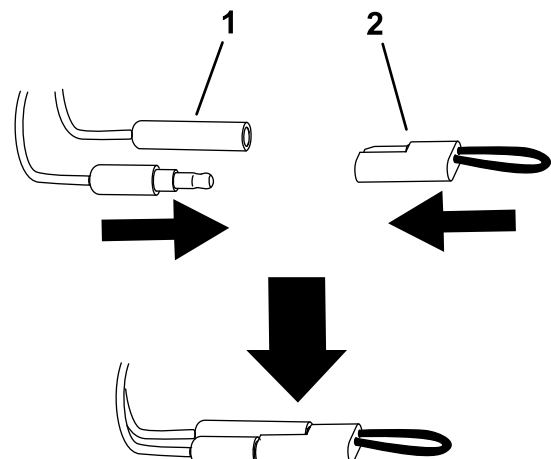

Bild 13
5. Trennen Sie die Kalibrieranschlüsse und bringen Sie den Stopfen wieder auf die Anschlüsse an (**Bild 13**).